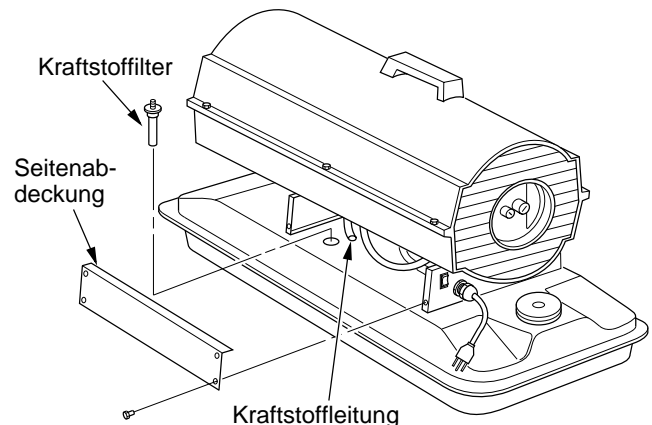

Abbildung 9 - Entfernen des Kraftstofffilters, GK20 Modell
3. Die vier Schrauben der Seitenabdeckung mit einem 5/16 Zoll Steckschlüssel und dann die Seitenabdeckung entfernen (siehe Abb. 9 oder 10 auf Seite 8).
12. Die Seitenabdeckung montieren (siehe Abb. 9 oder 10 auf Seite 8).